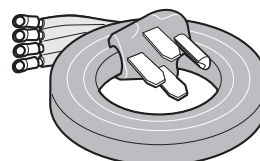

Fig. 20
- Cable eléctrico (Juego de Cable para 40/50 amperios - **LARGO MAXIMO: 48"** - Fig. 20).